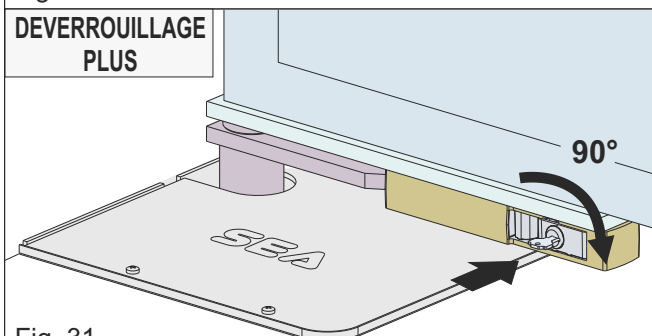

Fig. 31
- insérez la clé fournie dans la serrure et tournez-la de 90° dans le sens des aiguilles d'une montre (Fig.31)